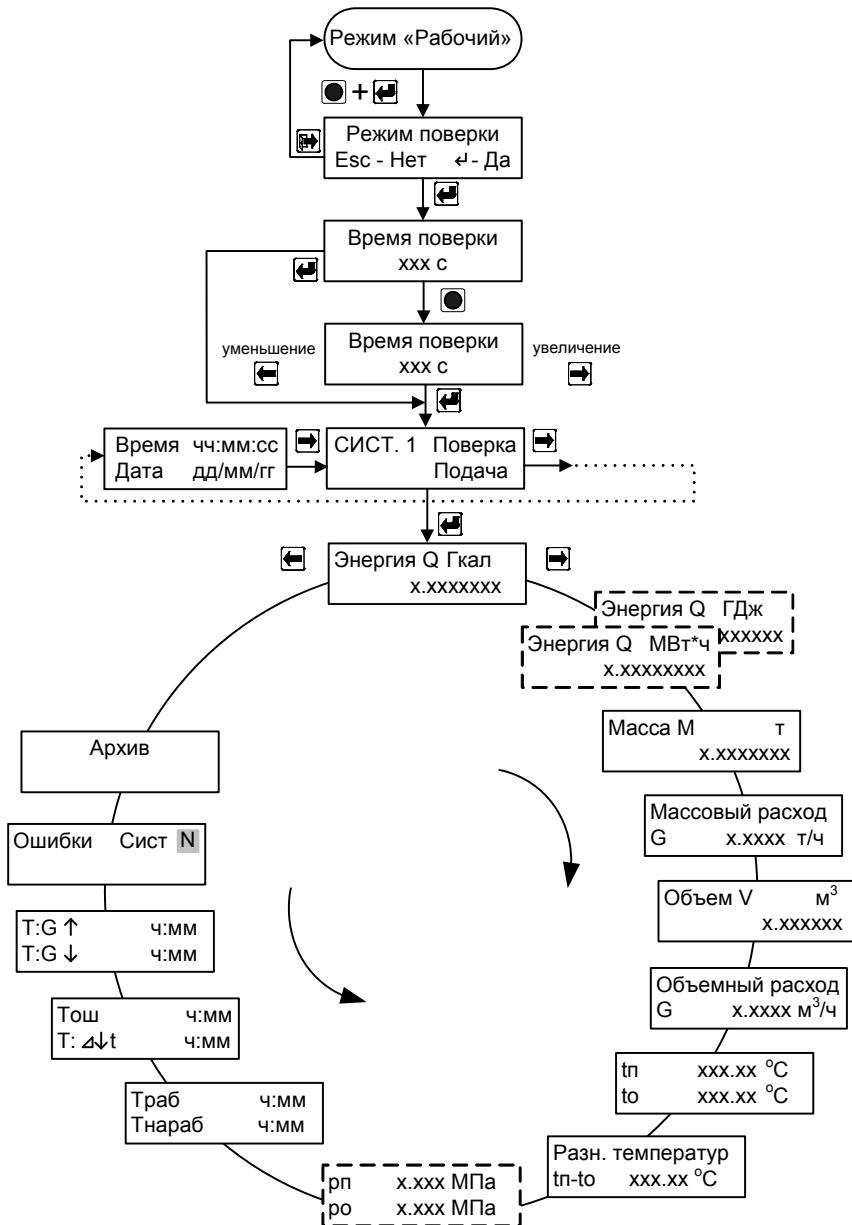

Рис. 7.4
7.5.2 Для входа в режим работы теплосчетчика «Проверка» (проверка измерительного канала количества теплоты) необходимо, находясь в любом меню режима «Рабочий», **одновременно** нажать кнопки **«служебная»** и **«вход»**. Для выхода из режима проверки необходимо, находясь в любом меню режима «Проверка», **одновременно** нажать кнопки **«служебная»** и **«выход»**. Порядок перехода между окнами режима «Проверка» изображен на рис. 7.4.
**ВНИМАНИЕ!** При входе в меню (см. рис. 7.4):